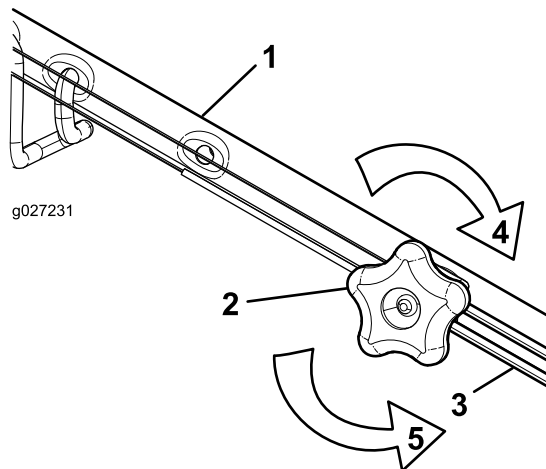

Figura 42
1. Gire el pomo de ajuste en sentido antihorario para aflojar el cable (Figura 42).
2. Ajuste la tensión del cable (Figura 42) tirando del mismo hacia atrás o empujándolo hacia adelante, y sujételo en esa posición.